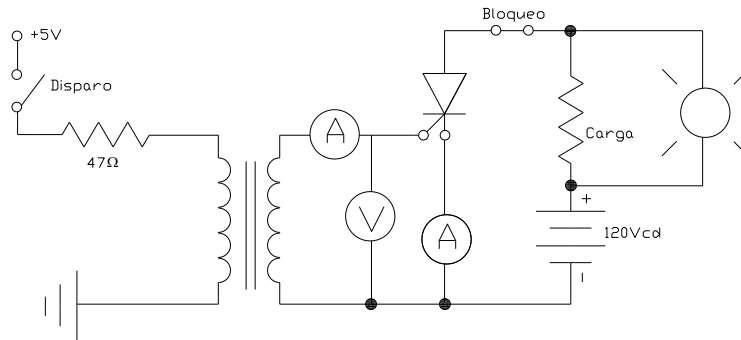

Figura 3.3: Circuito de disparo con transformador de impulsos.
11. Arme el siguiente circuito de la figura 3.3, que muestra un circuito de disparo con transformador de impulsos.